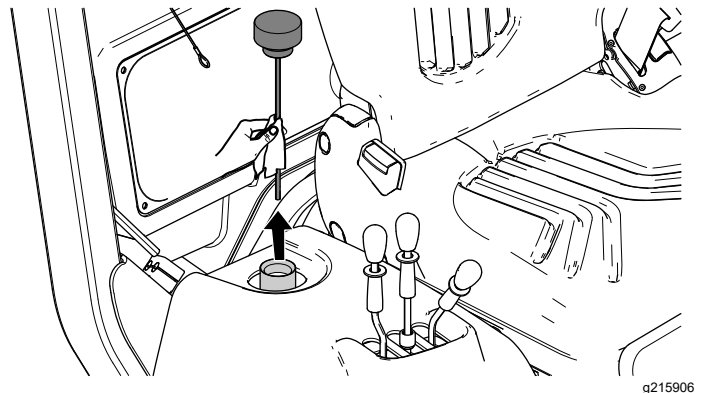

Figure 98
4. Sortez la jauge du réservoir hydraulique et essuyez-la sur un chiffon propre (Figure 98).